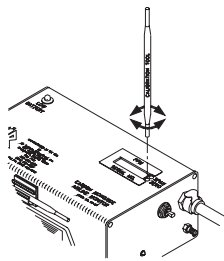

Figura 9
9. Con la herramienta de ajuste que se encuentra en uno de los lados del monitor de CO, regule el tornillo de ajuste del potenciómetro marcado con “zero” (hacia la derecha para aumentar y hacia la izquierda para disminuir) hasta obtener una lectura de “00” (figura 9).